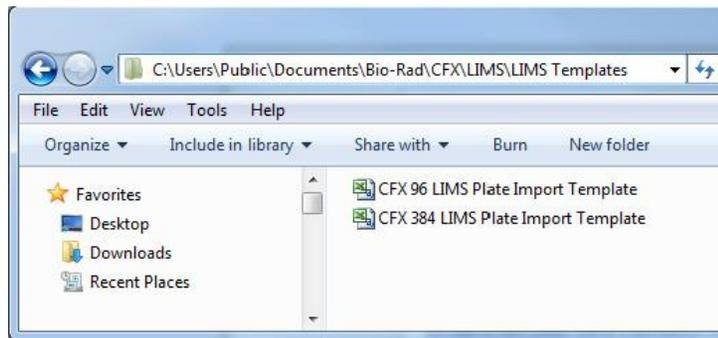

Рис. 102. Открытие шаблона импорта планшета ПО CFX96 в систему LIMS
2. Выберите **CFX96 LIMS Plate Import Template.csv** или **CFX384 LIMS Plate Import Template.csv** и импортируйте файл в систему LIMS (Рис. 102).